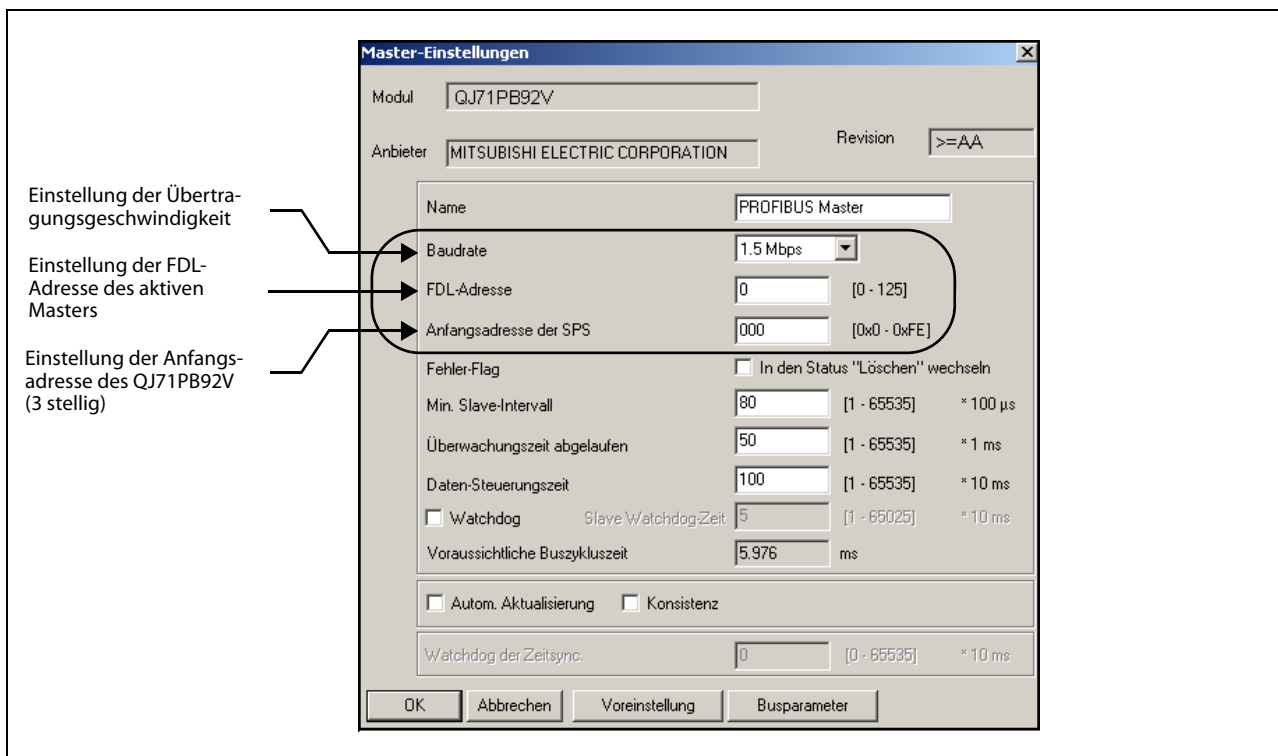

Abb. 8-37: Master-Parameter
- ① Stellen Sie FDL-Adresse der aktiven Master-Station in den Master-Einstellungen des GX Configurator-DP ein (siehe Abb. 8-37).